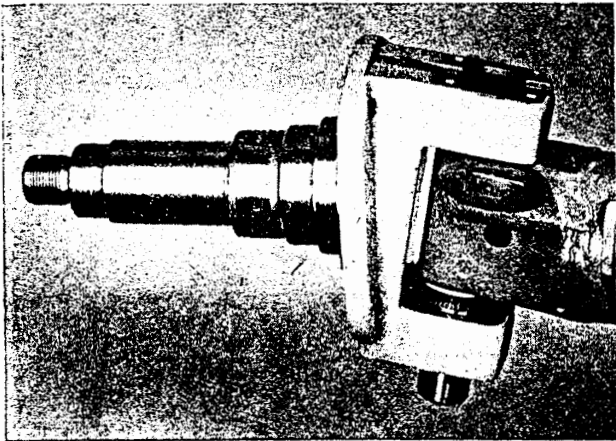

Bild V 7. Einbau des Achsschenkel
4. Beim Zusammenbau des Achsschenkel, Axialrillenkugellagers, Schutzkappe und Achsfaust mittels des Achsschenkelbolzens ist auf Spielfreiheit zu achten. Dies kann erreicht werden, indem Distanzscheiben entsprechender Dicke oben zwischen Achsfaust und Achsschenkel beigelegt werden (Bild V 7).